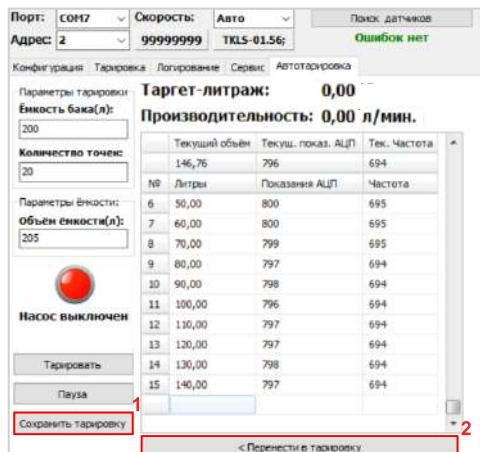

Рис.22. Завершение процесса автотарировки
- тарировочная таблица может быть сохранена во внешний файл. Для этого необходимо нажать кнопку «Сохранить тарировку» (Рис.22, п.1). Таблица будет сохранена в текстовый файл, в папку \Tare, расположенную в корневой папке конфигуратора TKLSConf;
- кнопка «Перенести в тарировку» (Рис.22, п.2) позволяет перенести тарировочную таблицу, полученную в процессе автотарировки, на вкладку «Тарировка». После этого на вкладке «Тарировка» таблица может быть записана в датчик, подключенный к конфигуратору. Записанная таким образом тарировочная таблица будет сохранена во внутреннюю FLASH память датчика, т.е. будет доступна и после перезагрузки питания датчика.